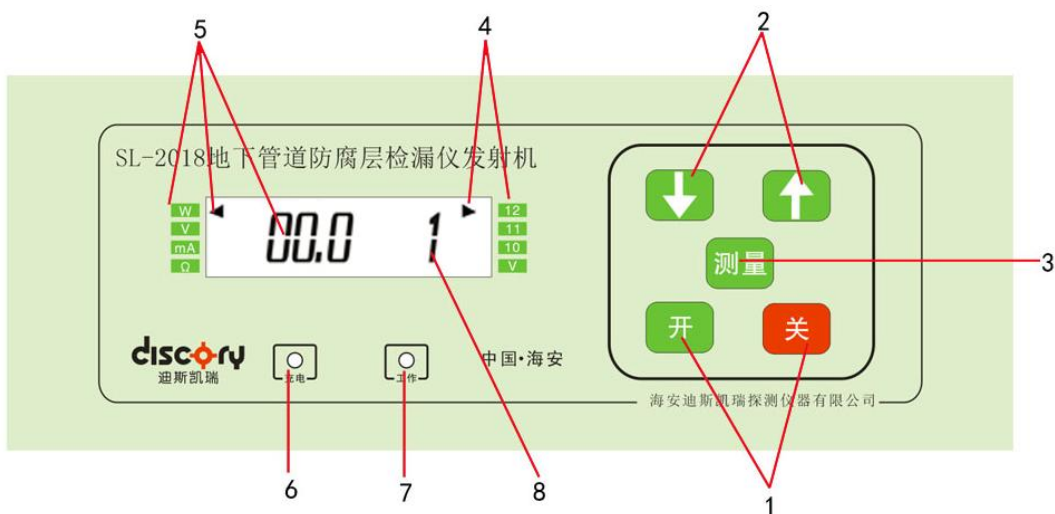

图 1 发射机前面板示意图
1、**发射机**：发射机用于向地下管道发射某一特定频率的电磁波信号，建立起单线——大地回路的地下管线检测场。其功能示意如图 1 所示。